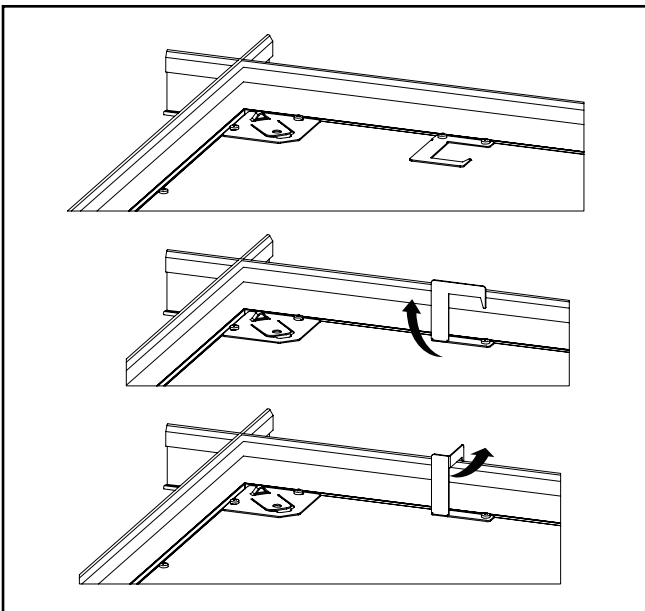

Figure 3.
6. Les brides de grille sont fournies afin d'offrir un soutien accru au système de plafond. Orientez les quatre (4) languettes du luminaire sur la GRILLE EN T en pliant les languettes de manière à former un angle de 90 degrés perpendiculairement à l'arrière du luminaire. Pliez ensuite les languettes à 90 degrés vers le cadre de la GRILLE EN T (Figure 3.)